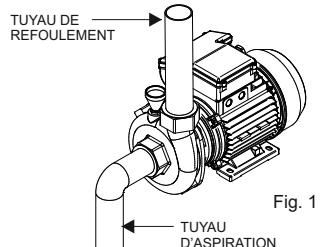

Fig. 1
- Le tuyau d'aspiration (Fig. 1) doit être d'un diamètre égal ou supérieur à l'orifice d'aspiration de la pompe, et maintenir une pente ascendante d'eau au moins 2% pour permettre une bonne purge de la tuyauterie.
- Le tuyau de refoulement (Fig. 1) doit avoir un diamètre égal ou supérieur à celui de l'orifice de refoulement de la pompe.